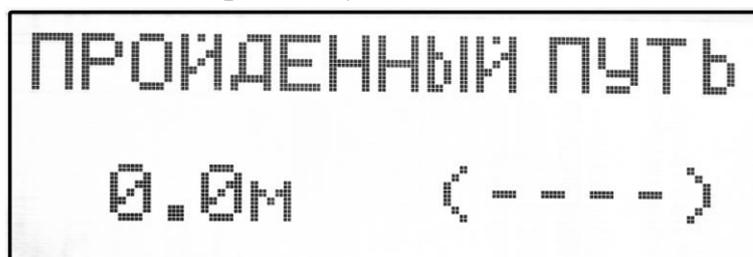
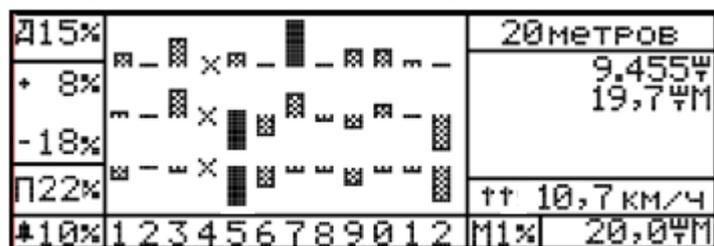

Рисунок 24
Рисунок 38
При включении режима «Калибровка пути» на дисплее появится окно рисунок 24.
В этом окне рисунок 24 приведен установленный ранее Интервал между импульсами датчика пути (либо пустое значение).
После появления на дисплее окна рисунок 24 можно:
• **Высока/Низка скорость сеялки.** Проверка скорости сеялки производится в течение 10 секунд с интервалом в 2 минуты только в режиме «Контроль». Если все эти 10 секунд скорость **не соответствует** заданным пределам, то в окне рисунок 24 на 5 секунд вместо скорости сеялки появляется символ «↑↑10,7 км/ч» либо «↓↓10,7 км/ч», сопровождаемый звуковым сигналом (рисунок 38).
При отклонении Фактической нормы сева через сошник от Заданной нормы на величину, превышающую допустимую, столбец соответствующего сошника на диаграмме окна (рисунок 38) засвечивается полностью и включается аварийная звуковая сигнализация.
Для примера в окне рисунок 38 приведен режим «Контроль» для сеялки с 12 сошниками с различными типами рабочих аварийных сообщений: